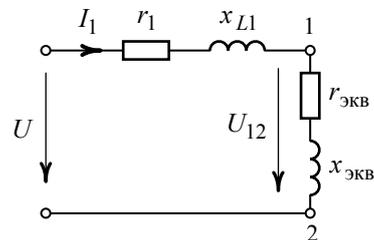

Рис. 2.6
Расчет цепи получим методом проводимостей. Заменим параллельные ветви одной эквивалентной (рис. 2.6).
7. Определяем эквивалентные параметры схемы (рис. 2.6):